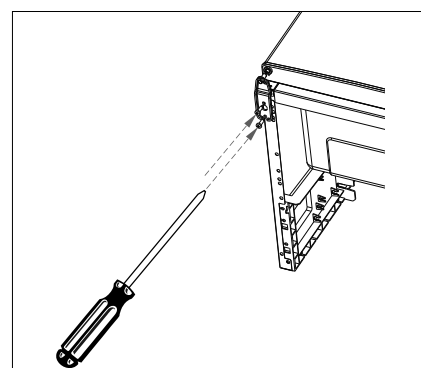

Fig. 12
- ▶ Ne serrez pas les vis à fond pour pouvoir aligner la porte du congélateur (4). Ne serrez les vis que lorsque la porte du congélateur (4) peut être fermée correctement. (fig. 12)